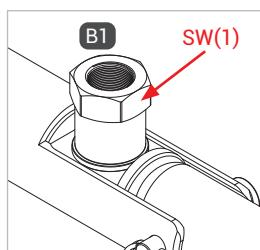

Figure 1
- ▶ Lors du montage de la conduite de fluide, exercez une contre-pression sur le méplat SW (1) (*Figure 1*) à l'aide d'une clé plate.
- ▶ Vissez hermétiquement l'entrée fluide « B1 » à l'embout de raccordement de la conduite de fluide (*Figure 1*). Couple de serrage 10 Nm ± 2 Nm (G1/8" filetage interne).